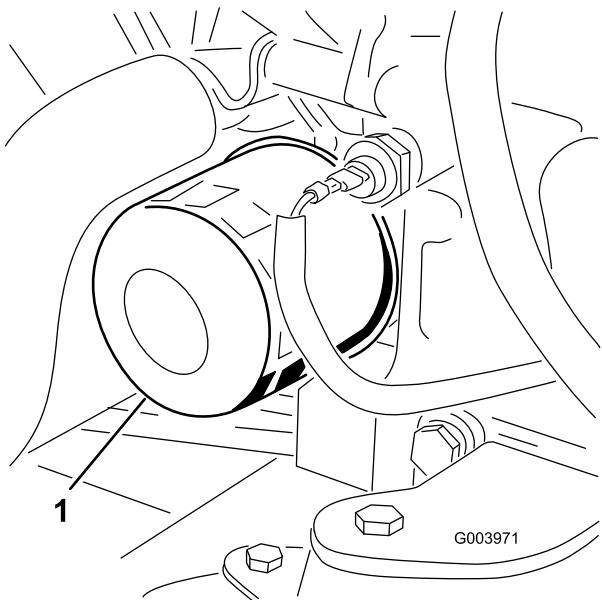

Figure 41
3. Déposez le filtre à huile (Figure 41).